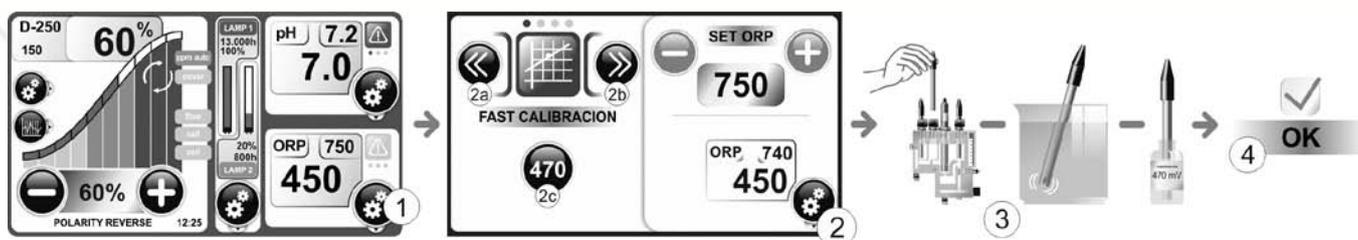

Рисунок 31
1. Нажмите кнопку SETPOINT [1]. (Рисунок 31).
2. Нажмите кнопку SETPOINT [2]. (Рисунок 31а).
Рисунок 31а
2. Нажмите кнопку SETPOINT [2]. (Рисунок 31с).
(Рисунок 31с)